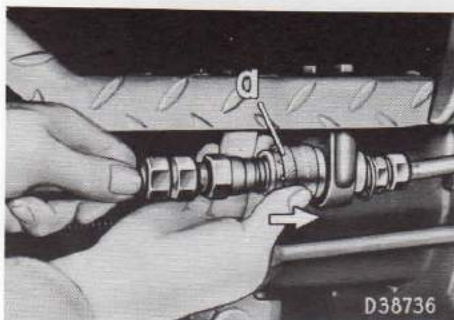

Fig. 4 - Branchement de l'accouplement rapide
Les vérins de levage du chargeur sont branchés sur le système hydraulique du tracteur. Pour cela, le tuyau souple haute pression du chargeur est raccordé au tracteur par un accouplement rapide, comme l'indique la figure 4.
Pour démonter l'accouplement rapide, repousser l'anneau "a" dans le sens de la flèche (fig. 4) et retirer le tuyau haute pression. Si l'équipement n'est pas accouplé dans l'immédiat, obturer le demi-accouplement du tracteur au moyen du bouchon en plastique prévu à cet effet. Monter le chapeau de protection sur le demi-accouplement du tuyau du chargeur frontal.
11. Raccorder le tuyau souple haute pression du chargeur à la canalisation d'huile du tracteur au moyen de l'accouplement rapide (fig. 4).
9. Le chargeur étant dégagé, débrancher l'accouplement rapide du tuyau hydraulique, et l'engager dans le logement prévu à cet effet dans le bras gauche du bâti (fig. 4).